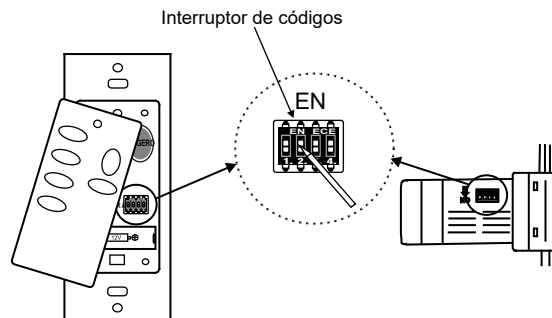

Fig. 12
**NOTA:** El sistema de control CoolTouch™ está equipado con 16 combinaciones de frecuencia posibles para evitar interferencias de o con otras unidades de control remoto. Los interruptores de frecuencia en su receptor y transmisor han sido preajustados en fábrica. Vuelva a verificar para asegurarse de que los interruptores del transmisor y el receptor estén en la misma posición, cualquier combinación de configuraciones hará funcionar el ventilador siempre que el transmisor y el receptor estén en la misma posición. (Fig. 12)